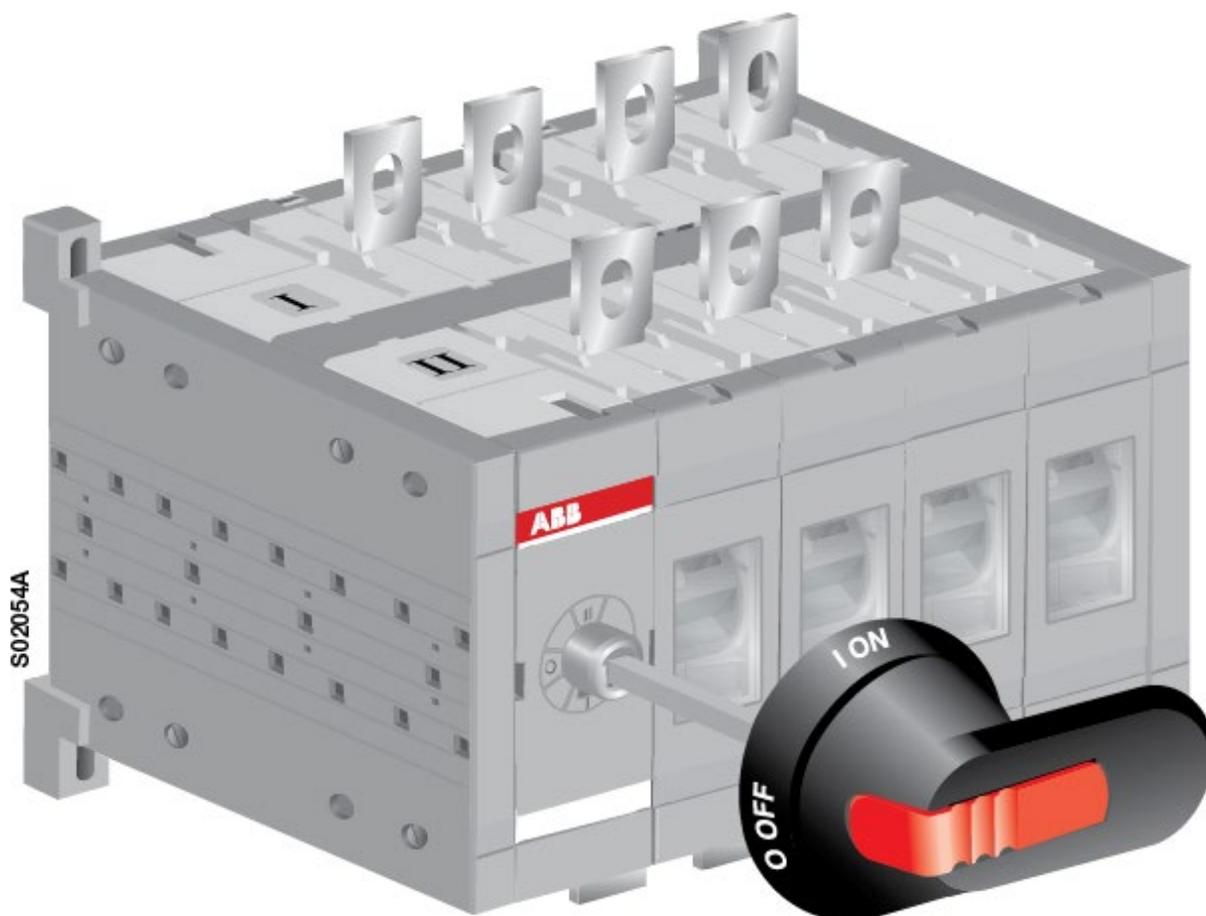

Рис. 13. Реверсивный рубильник
**Реверсивные рубильники OT16...125 Ампер (см. Рис. 13, Рис. 14, Рис. 15).**